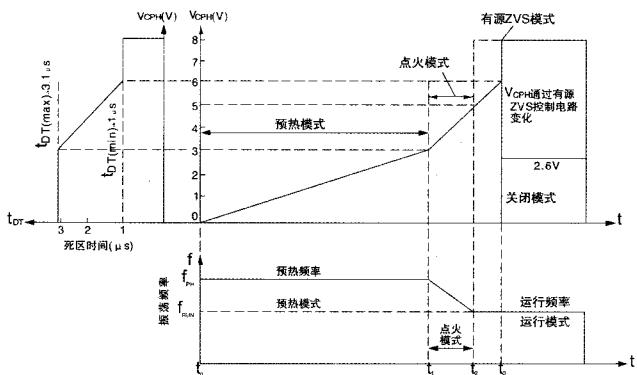

图6 不同工作模式FAN7535引脚CPH上的电压、频率及死区时间
IC的镇流器控制器有5种工作模式，在不同模式时的IC引脚CPH(⑤脚)上的电压V_{CPH}、工作频率f和死区时间t_{DT}如图6所示。
(1) 灯丝预热模式